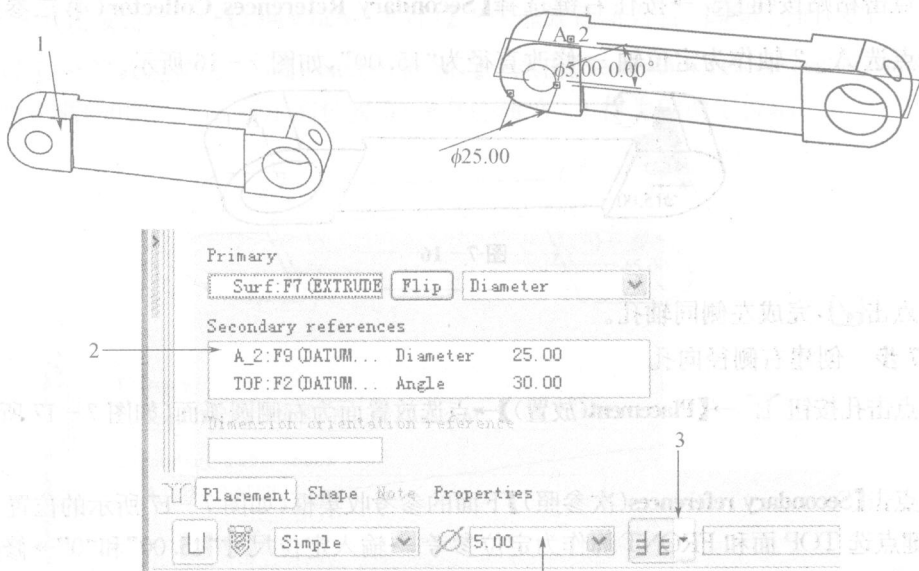

图 7-18
① 点击孔按钮  →【Placement(放置)】→点选放置面为左侧突起前面(如图7-18所示的位置1)→修改定位方式为【Diameter(直径)】→点击【Secondary references(次参照)】下面的参考收集框(如图7-18所示的位置2)→按住Ctrl键点选轴A_2和TOP面作为轴的定位参照→输入定位尺寸“25.00”和“30.00”→修改孔深度方式为【Through All(穿透)】(如图7-18所示的位置3)→修改孔的大小为“5.00”。